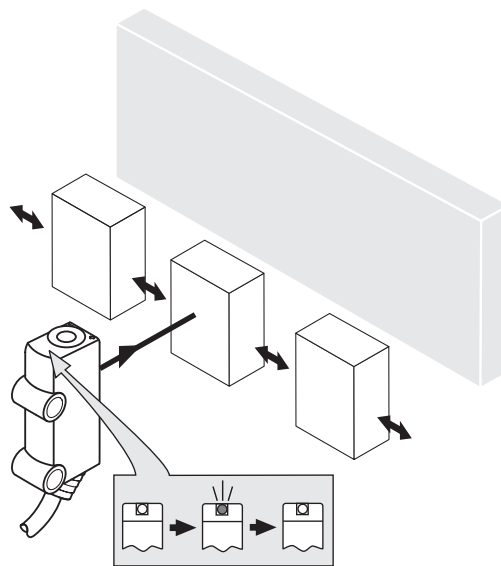

Abbildung 10: Vorzugsrichtung
4. Vorzugsrichtung des Objektes zum Sensor beachten. siehe Abbildung 10, Seite 30